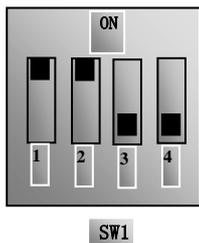

图 5-4
- (4) 对于 E600 系列 5.5KW 及以下功率变频器控制端子排附近有一个四位红色拨码开关 SW1，如图 5-4 所示。拨码开关选择模拟量输入端子 A11 输入范围(0~5V/0~10V/0~20mA)；通过 F203 选择模拟量输入通道。出厂时拨码开关的位置如图 5-4，即 A11 为 0~10V 输入；其它拨码开关的位置与调速方式详见下表 5-2。